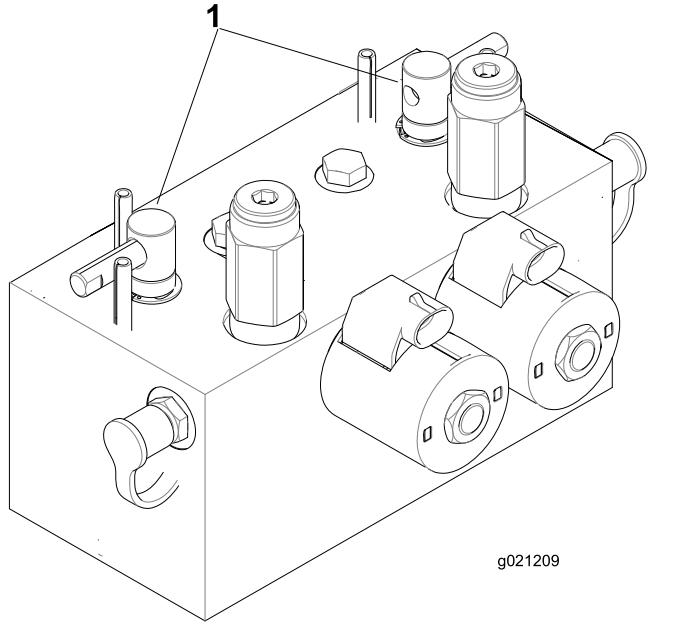

Bild 93
2. Entriegeln und klappen Sie den Sitz hoch, um die Läpphebel frei zu legen (Bild 93).
5. Wählen Sie entweder den vorderen, hinteren oder beide Läpphebel aus, um festzulegen, welche Geräte geläppt werden (Bild 93).